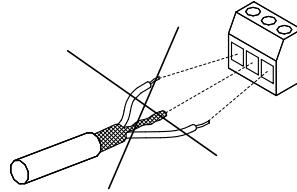

Fig. 27 Ne pas tordre les extrémités du blindage
- Éviter d'aboutir le blindage avec des extrémités tordues. Voir fig. 27. Utiliser plutôt des serre-câbles ou des entrées de câble CEM vissées.